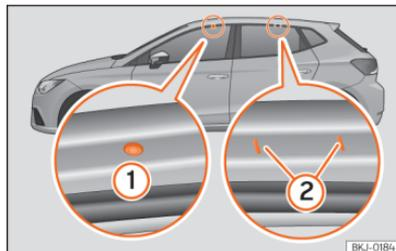

Abb. 142 Befestigungspunkte der Längsträger für den Dachgepäckträger
Die vorderen und hinteren Befestigungspunkte ① und ② sind nur bei geöffneten Türen sichtbar »» [Abb. 142].